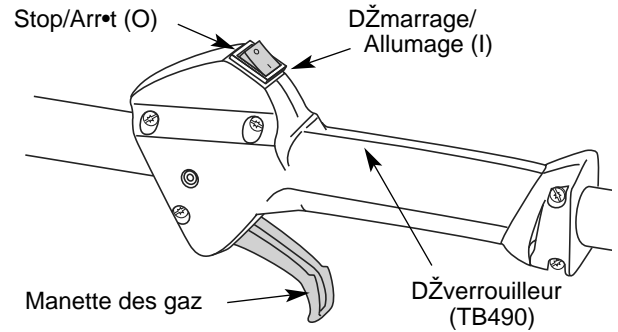

Fig. 20
**REMARQUE :** Il nÕest pas nZcessaire de faire dZmarrer la machine. La commande On/Off (Arr•t/Marche) est en position ON (I) en permanence (Fig. 20).